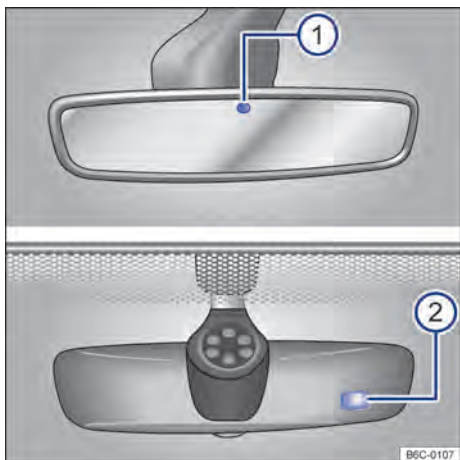

Fig. 82 No para-brisa: espelho retrovisor interno com antiofuscante automático.
Com a ignição ligada, os sensores medem a incidência da luz por trás → Fig. 82 ① e pela frente → Fig. 82 ②.